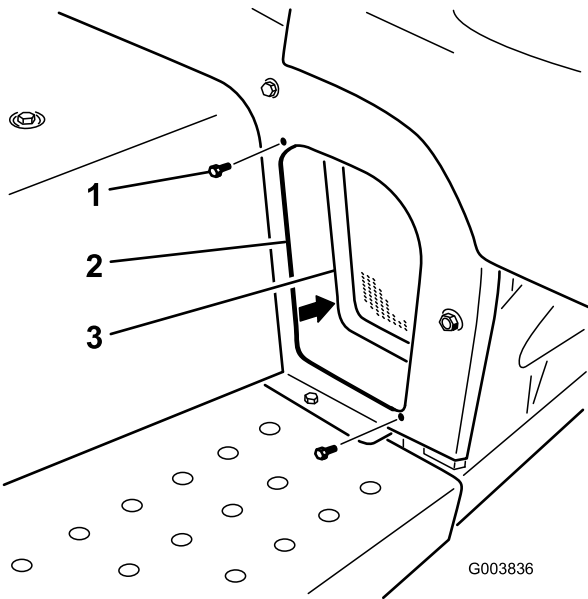

Bild 4
5. Nehmen Sie die zwei Bundkopfschrauben ab, mit denen das linke vordere Gitter am Rahmen befestigt ist (Bild 4).